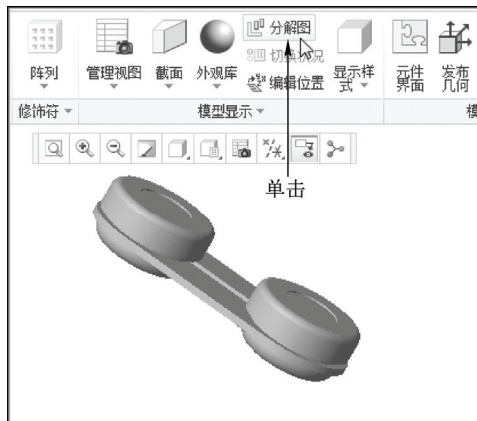

图 11-90 单击“分解图”按钮
STEP 02 在功能区选项板的“模型”选项卡中，单击“模型显示”面板中的“分解图”按钮，如图 11-90 所示。